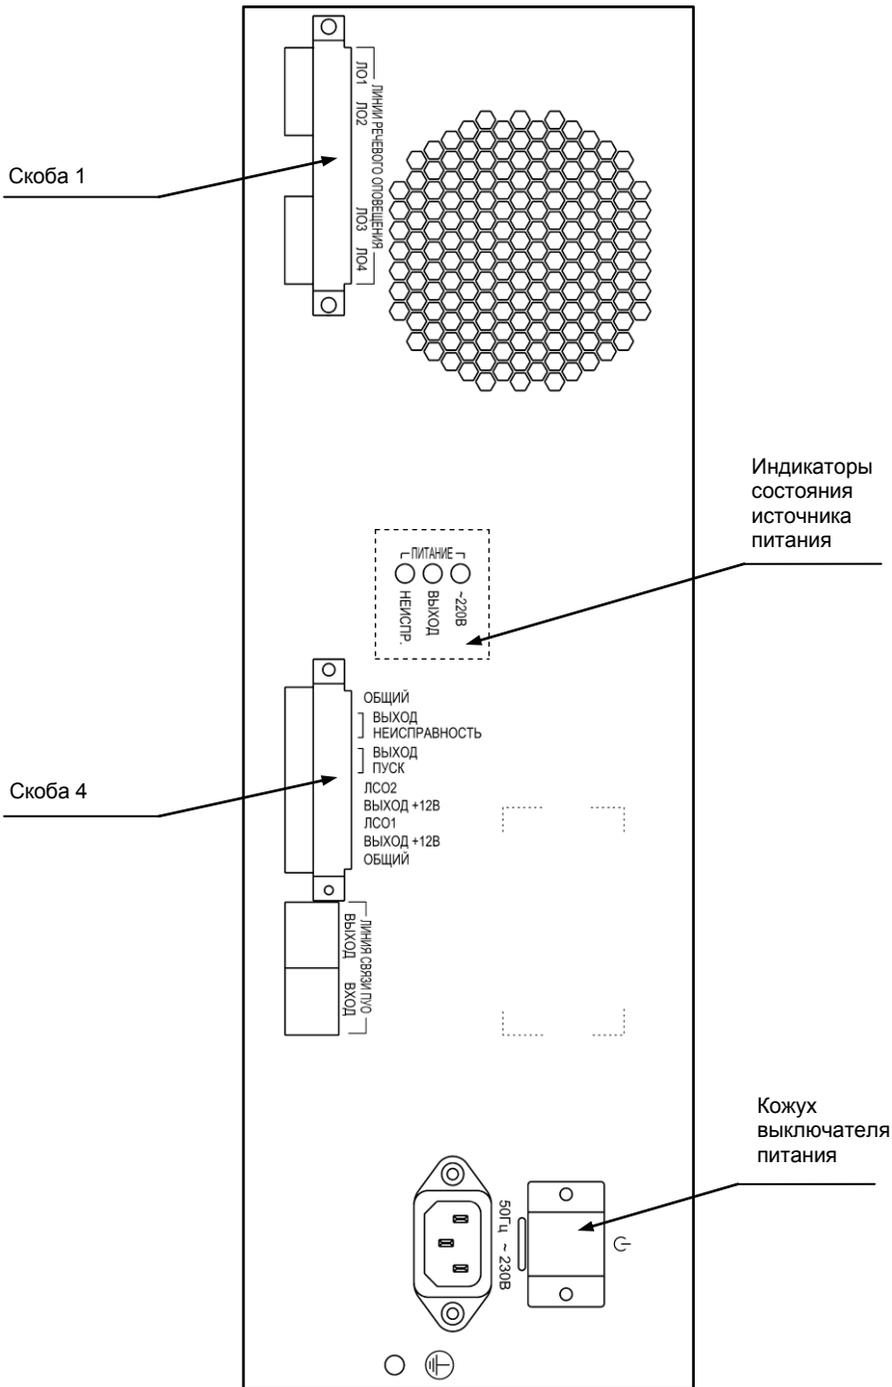

Рис.2 Внешний вид задней панели УМ
Выключатель питания  расположен на задней панели ПУО и, при необходимости, может быть закрыт защитным кожухом (рис.2). В положении «О» выключатель отключает выходные напряжения источника питания УМ. Выключатель может быть использован для исключения глубокого разряда аккумуляторных батарей при длительном (до 72 часов в дежурном режиме) отсутствии напряжения сети.
- 7) Установите коух выключателя питания, см. рис.2.